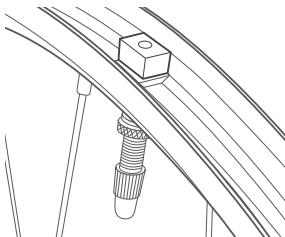

Abb. 3. Korrekte Ausrichtung – die abgeflachten Seiten des Ventilverfüßes sind parallel zur Felgenflanke ausgerichtet.
5. Die abgeflachten Seiten des Ventilverfüßes parallel zur Felgenflanke ausrichten (Abb. 3 & 4).